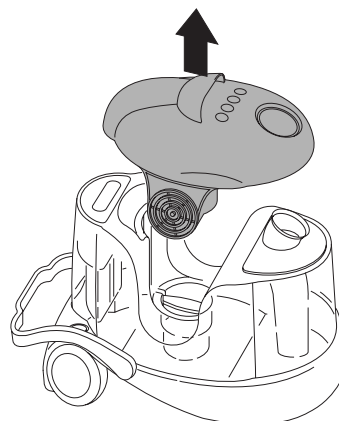

fig. 2
- Verwijder het deksel van de motor F (fig. 2).